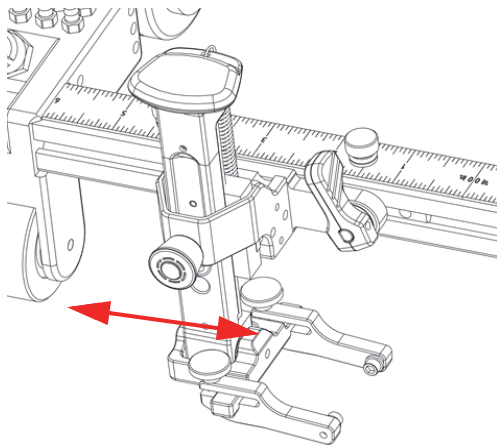

图 2-15 滑动探头托架
2. 将探头托架滑动到适当的位置（参见第45页的图 2-15）。